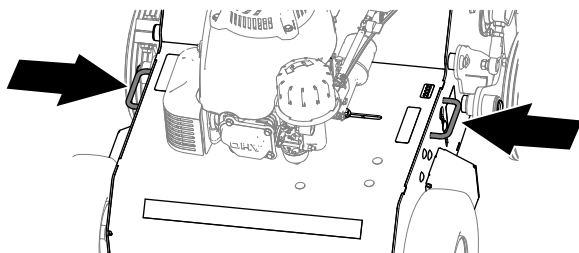

Figure 24
7. Arrimez la machine sur la remorque avec des chaînes ou des sangles fixées aux points d'attaches/de levage (Figure 24).